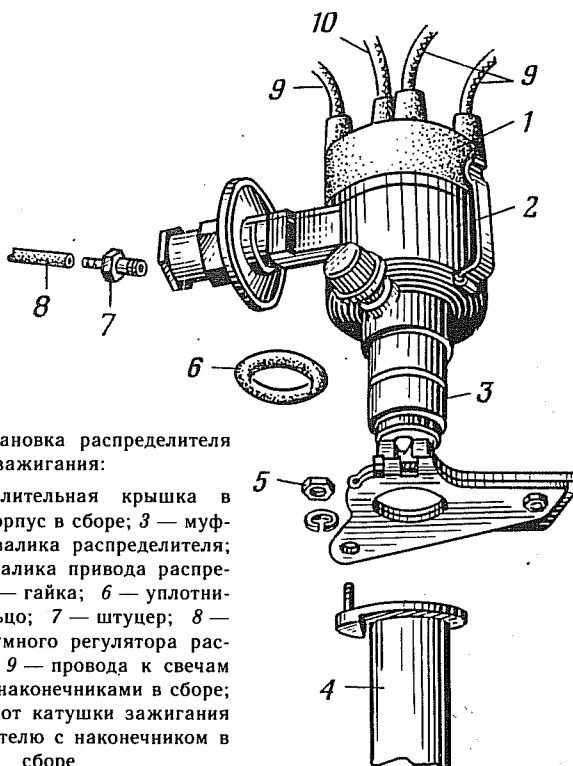

Рис. 94. Установка распределителя зажигания:
1.4. Отсоединить от штуцера 7 (рис. 94) распределителя трубку 8 вакуумного регулятора.
2.1. Установить уплотнительное кольцо 6 (рис. 94) на муфту 3 привода валика распределителя.
4.8. Установить в крышку 1 (рис. 94) центральный провод 10, идущий от катушки зажигания к распределителю, и провода 9, идущие от распределителя к свечам зажигания, начиная с первого цилиндра, в порядке их работы 1—3—4—2 (по направлению стрелки на крышке распределителя).